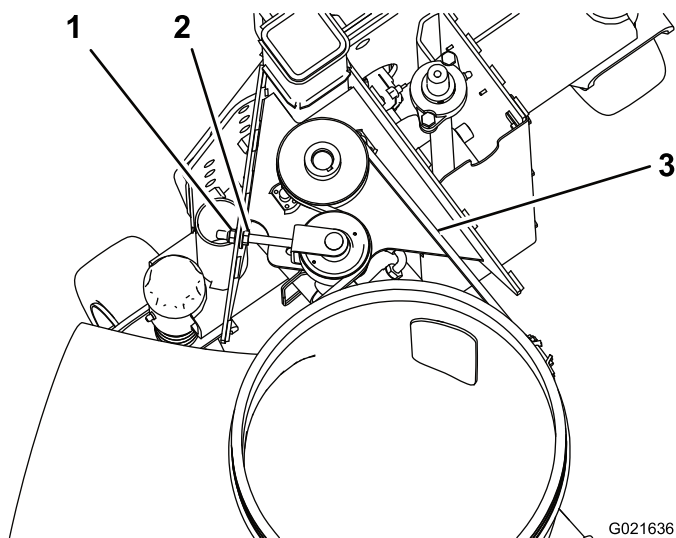

Figure 28
1. Contrôlez la tension en exerçant une pression de 30 Nm au centre du long brin de la courroie (Figure 28). La courroie doit présenter une flèche de 4,8 mm. Si ce n'est pas le cas, passez à l'opération suivante. Si la tension est correcte, poursuivez l'opération.
2. Pour accroître la tension de la courroie, desserrez l'écrou hexagonal et serrez l'écrou à embase jusqu'à ce que la courroie soit tendue correctement (Figure 28). Ne la tendez pas excessivement.